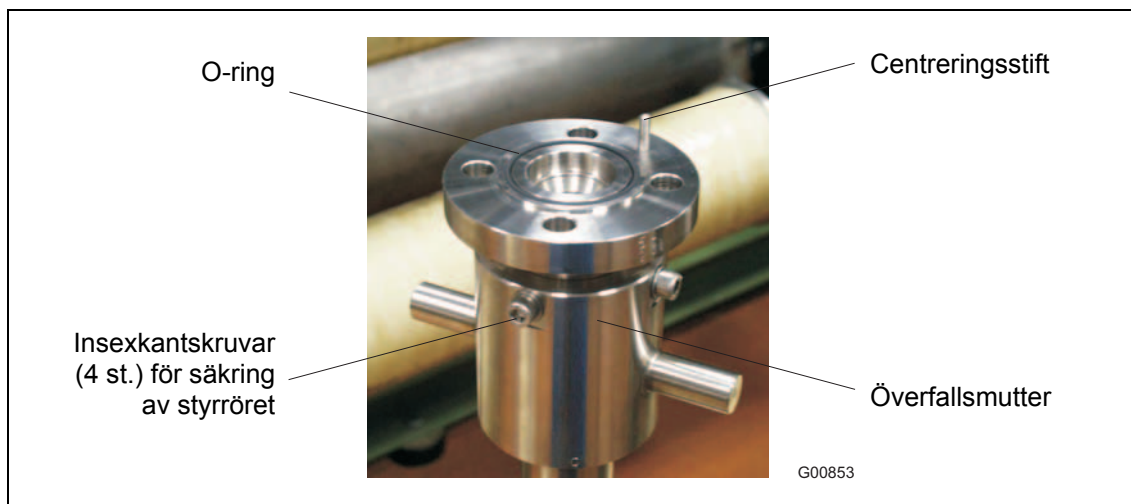

Fig. 13
- Lägg in den medföljande O-ringen (55 x 3 mm [2,16 x 0,12 inch]) i avsett spår (Fig. 13). O-Ring-packning och skruvar finns med i leveransen.